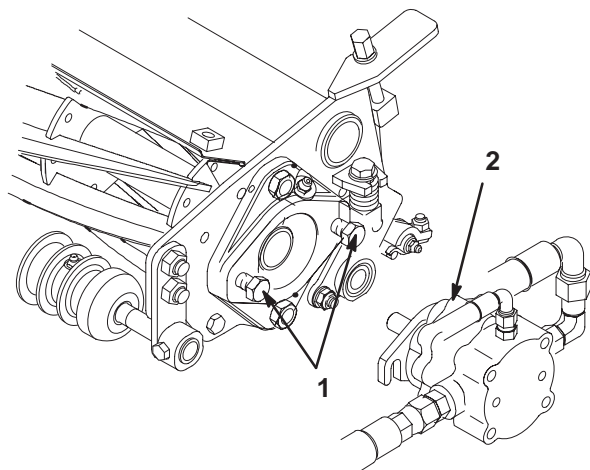

Figure 14
9. Installez les vis de fixation du moteur d'entraînement des cylindres sur chaque plateau de coupe. Laissez dépasser environ 13 mm du filetage des vis de fixation (Fig. 14).
11. Lubrifiez l'arbre cannelé de chaque moteur avec de la graisse propre, puis montez le moteur en le tournant dans le sens horaire de sorte que ses brides évitent les goujons. Tournez le moteur dans le sens anti-horaire jusqu'à ce que les brides encerclent les goujons, puis serrez les vis de fixation (Fig. 14).